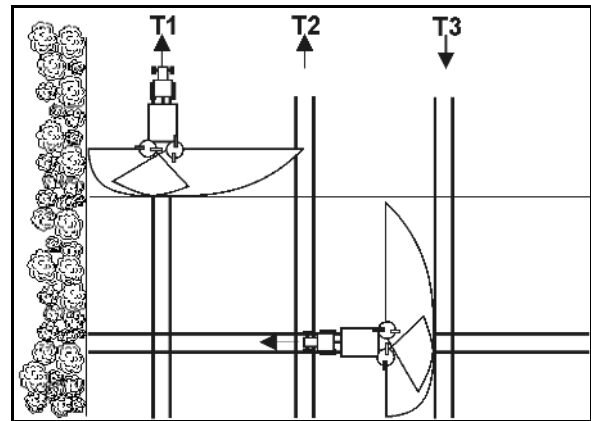

Fig. 92
- Lukkespjeldene åpnes etter innkjøring i kjøresporet på punkt P1 (Fig. 92) hvis spredeskivene har avstanden X fra kjøresporet til vendeteigen.
- Lukking av spjeldet før kjøring ut av kjøresporet på punkt P2 (Fig. 92) hvis spredeskivene befinner seg på høyde med det første kjøresporet i vendeteigen.